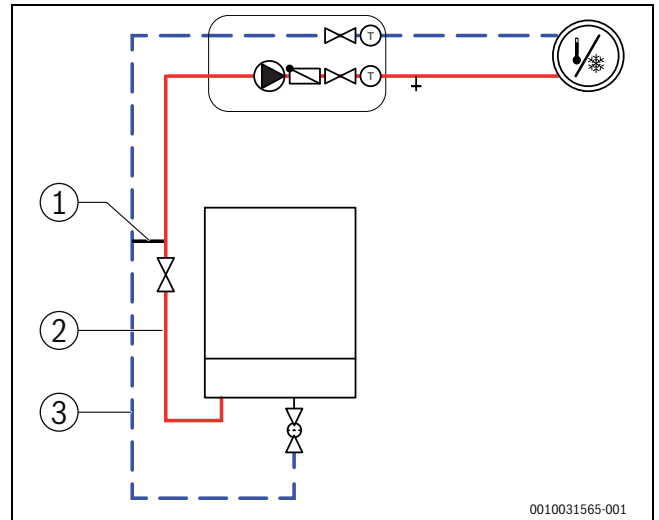

Fig. 8 Unità interna con circuito di riscaldamento e bypass
- ▶ Installare il bypass [1] tra la mandata [2] e il ritorno [3] (→ fig. 8), per disaccoppiare idraulicamente il circolatore riscaldamento dal circuito di riscaldamento. In sede di installazione rispettare le dimensioni e le distanze prescritte (→ tab. 4).